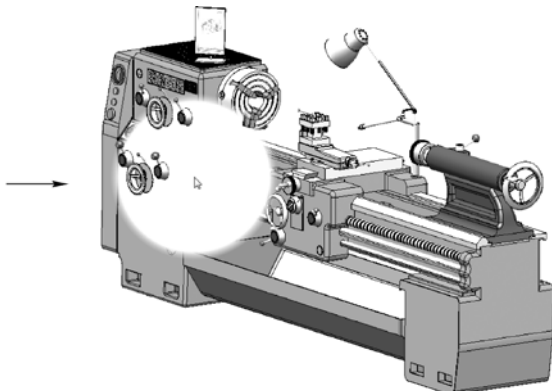

图 9-62 使用 SpeedPak
STEP 10 切换到“ConfigurationManager”配置选项卡，右击默认配置，选择“添加 SpeedPak”菜单命令，打开“SpeedPak”属性管理器界面，然后使用快速包括操作，设置 SpeedPak 的模型范围，创建 SpeedPak 显示状态，并查看效果，如图 9-62 所示。